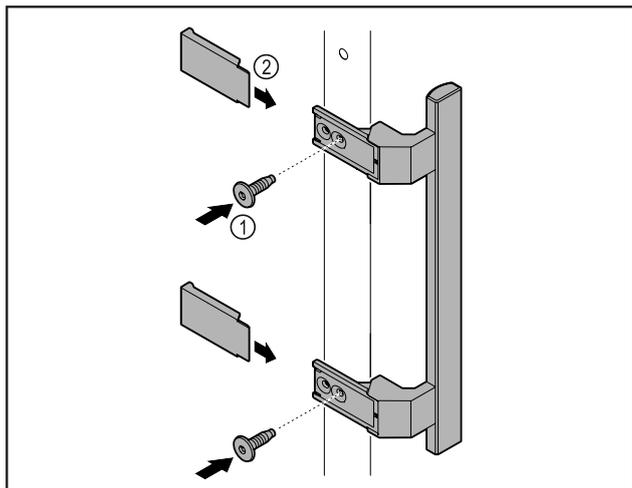

Fig. 8
- ▶ Pritvirtinkite rankeną iš priedų pridedamais varžtais Fig. 8 (1) prie durų.
- ▶ Uždėkite dengiamąją plokštelę Fig. 8 (2).